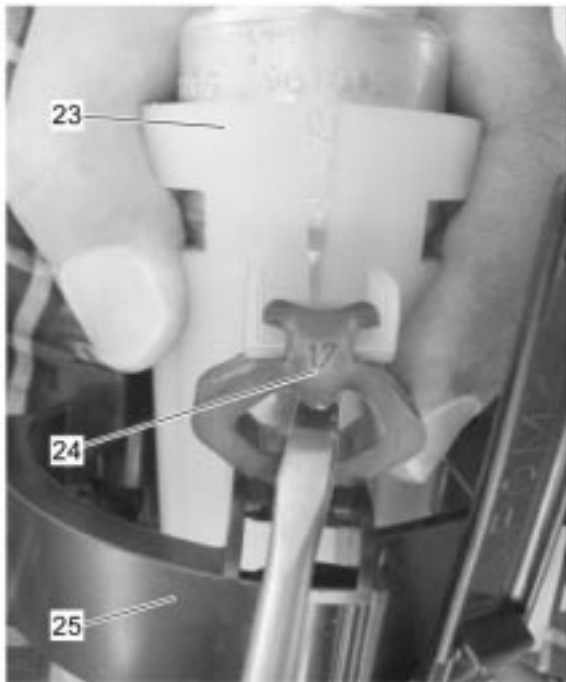

Abb. 13
- Die oberen Teile der 3 Gummipuffer (24) wieder in die Aufnahmen an der Hülse (23) drücken (vgl. → Abb. 13).